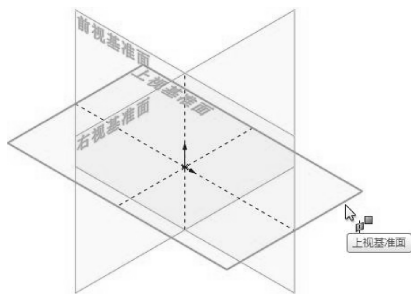

图 2-113 选择草图平面
- 01 新建 SolidWorks 零件文件。在【草图】选项卡中单击【草图绘制】按钮，选择上视基准面作为草图平面，进入草绘环境中，如图 2-113 所示。